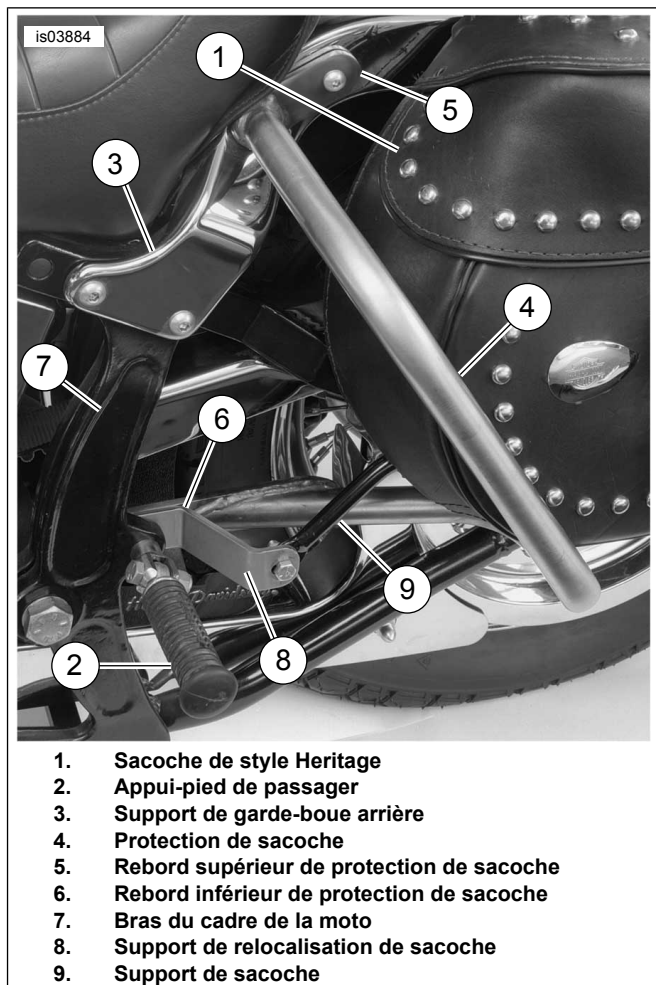
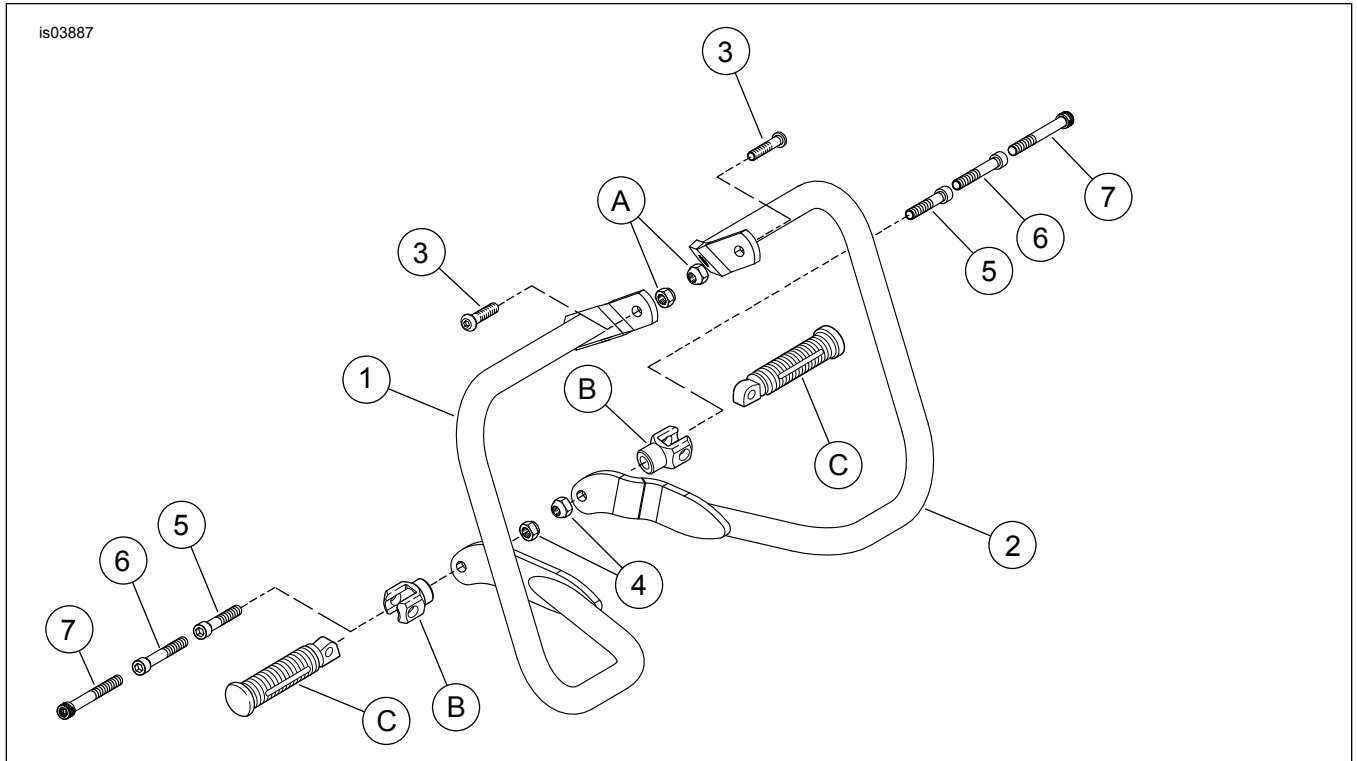

Figure 2. Protection de sacoche arrière installée – côté gauche
Figure 3. Pièces détachées : protection de sacoche arrière Softail
Voir Figure 3 et Tableau 1.
4. Voir Figure 2. Installer le rebord supérieur (5) de la protection de sacoche (4) contre le support de garde-boue (3). Installer le boulon à tête bombée de 3/8-16 x 1 3/4 pouce avec le support de sangle de selle (s'il est présent), la visserie retirée à l'étape 3 (si elle est présente) et l'écrou dans le même sens que le boulon retiré à l'étape 3. Serrer à la main.
5. Placer le rebord inférieur (6) de la protection de sacoche (4) contre la surface intérieure du cadre de la moto (7) à l'endroit où l'appui-pied de passager (2) (ou le boulon de marchepied de passager) est attaché. Si le kit de relocalisation de sacoche du style Heritage, numéro de pièce 90238-00, doit être installé, le support doit être placé entre le rebord de protection de sacoche et la traverse de cadre de moto. Suivre les instructions d'installation fournies avec ce kit.
6. Voir Figure 3. Déterminer la configuration du modèle et suivre la procédure d'installation applicable ci-dessous :
- Sur les modèles avec appui-pied de passager, mais sans support de relocalisation de sacoche :** Installer la vis à capuchon à tête creuse de 3/8-16 x 2 3/4 pouces (6) (pour les modèles FLSTC de 2007 et plus récents, utiliser la vis à capuchon à tête creuse de 3 1/2 pouces de long (7) du kit) dans le support d'appui-pied (B). Installer le support sur le cadre. Serrer le boulon de support à un couple de 47 à 61 N·m (35 à 45 lb·pi). Installer le rebord inférieur de protection de sacoche sur le boulon dépassant de la surface intérieure de la traverse de cadre. Installer le contre-écrou de 3/8-16 sur l'extrémité du boulon. Serrer à un couple de 47 à 61 N·m (35 à 45 lb·pi). Installer l'appui-pied (C) selon les instructions du Manuel d'entretien.
- Sur les modèles avec appui-pied de passager et support de relocalisation de sacoche :** Installer la vis à capuchon à tête creuse de 3/8-16 x 2 3/4 pouces (6) (pour les modèles FLSTC de 2007 et plus récents, utiliser la vis à capuchon à tête creuse de 3 1/2 pouces de long (7) du kit) dans le support d'appui-pied. Installer le support sur le cadre. Serrer le boulon de support à un couple de 47 à 61 N·m (35 à 45 lb·pi). Placer le support de relocalisation de sacoche sur le boulon. Installer le rebord inférieur de protection de sacoche sur le boulon dépassant de la surface intérieure de la traverse de cadre. Installer le contre-écrou de 3/8-16 sur l'extrémité du boulon. Serrer l'écrou à un couple de 47 à 61 N·m (35 à 45 lb·pi). Installer l'appui-pied (C) selon les instructions du Manuel d'entretien.
- Sur les modèles avec marchepied de passager muni ou non d'une boîte à outils :** Installer la vis à capuchon à tête creuse de 3/8-16 x 2 1/4 pouces (5) dans la monture de marchepied de passager et le support de boîte à outils (s'ils sont présents). Serrer le boulon de montage de marchepied à un couple de 47 à 61 N·m (35 à 45 lb·pi). Placer le support de relocalisation de sacoche sur le boulon. Installer le rebord inférieur de protection de sacoche sur le boulon dépassant de la surface intérieure de la traverse de cadre. Installer le contre-écrou de 3/8-16 (4) sur l'extrémité du boulon. Serrer l'écrou à un couple de 47 à 61 N·m (35 à 45 lb·pi). **Sur les modèles avec appui-pied de passager et boîte à outils :** Installer la vis à capuchon à tête creuse de 3/8-16 x 2 1/4 pouces (5), à partir du côté intérieur de la moto, dans le trou du rebord inférieur de protection de sacoche, dans le support de relocalisation de sacoche et dans la traverse de cadre de la moto. Serrer le boulon à un couple de 47 à 61 N·m (35 à 45 lb·pi). Installer l'entretoise d'appui-pied de passager à l'extrémité du boulon. Serrer l'entretoise d'appui-pied à un couple de 47 à 61 N·m (35 à 45 lb·pi). Installer le support d'appui-pied de passager à l'extrémité de l'entretoise d'appui-pied. Serrer à un couple de 47 à 61 N·m (35 à 45 lb·pi). Installer l'appui-pied (C) selon les instructions du Manuel d'entretien.